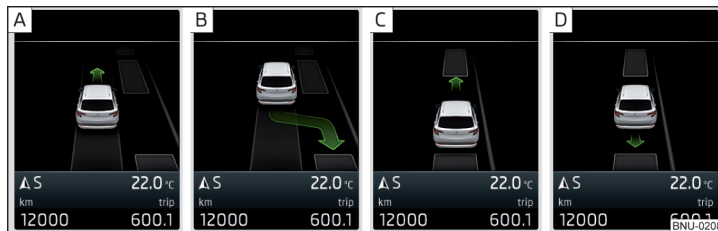
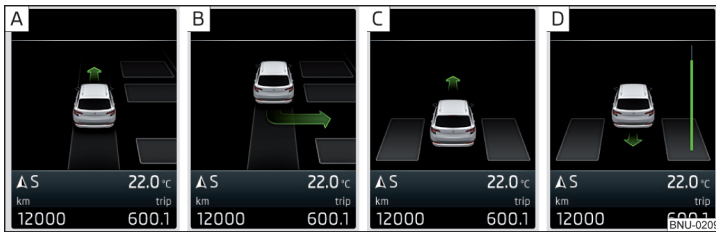

Abb. 265 In eine Längsparklücke einparken: Displayanzeige
Abb. 266 In eine Querparklücke einparken: Displayanzeige
Findet das System eine Parklücke, dann wird im Display der empfohlene Parkmodus angezeigt » Abb. 265 auf Seite 234 - **A** oder » Abb. 266 auf Seite 235 - **A**.
**Displayanzeige** » Abb. 265 oder » Abb. 266
Die gefundene Parklücke wird im Display angezeigt » Abb. 265 - **A** oder » Abb. 266 - **A**.